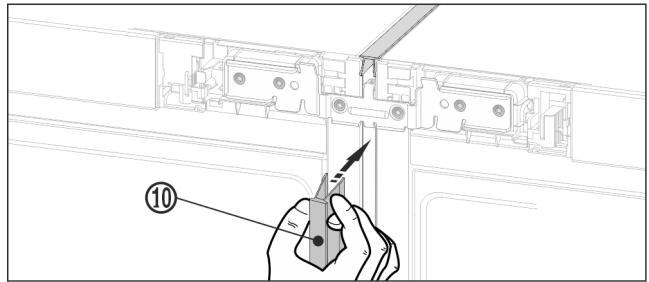

Fig. 22
- ▶ На передней стороне вдавите длинную декоративную планку Fig. 22 (10) в вертикальную щель. Обратите внимание, что планка опирается на соединительный лист.